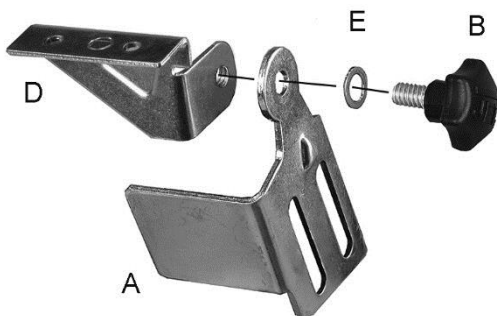

Abb. 5-2: Halterungen an Funkenschutz
Siehe Abb. 5-2.
1. Montieren Sie die linken Funkenschutz- und Sichtschutzhalterungen anhand der Abbildung 5-2. Achten Sie darauf, dass beide Halterungen mit **L** gekennzeichnet sind.